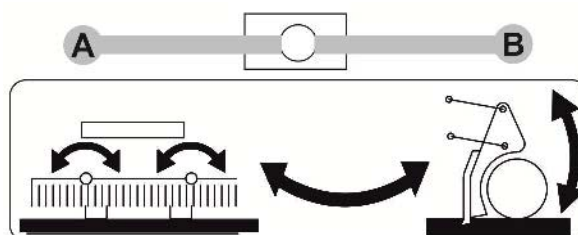

Рис. 98
1. Установите шаровой кран (Рис. 98/1) в положение **В**.
5. Установите шаровой кран (Рис. 98/2) в положение **А**.